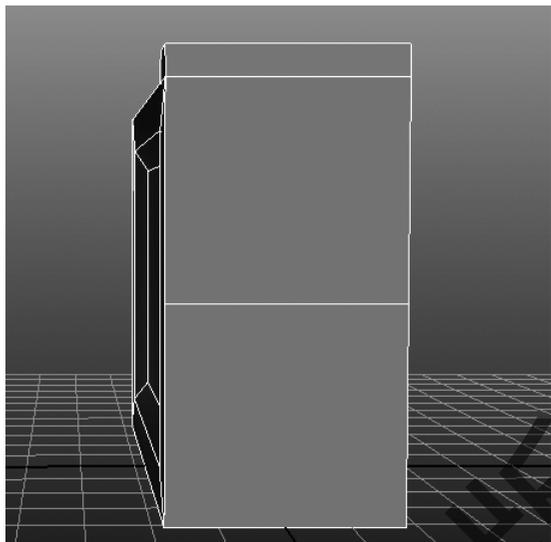

图 4-46 添加辅助线
Step 5: 回到整体选择状态, 然后在菜单栏中依次选择 Edit Mesh → Split Polygons Tool 命令, 在机箱正面中间加一条辅助线, 按回车键确定, 如图 4-46 所示。